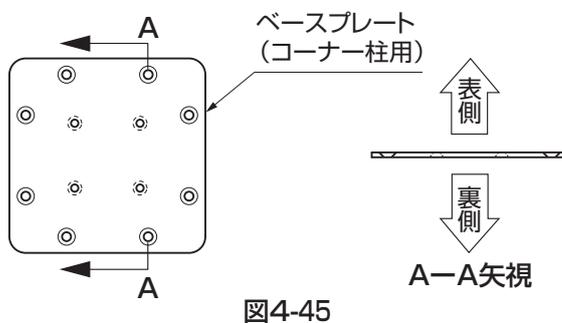

図4-45
- 外側のサラ孔が上向きになっている面が表側です。(図4-45参照)